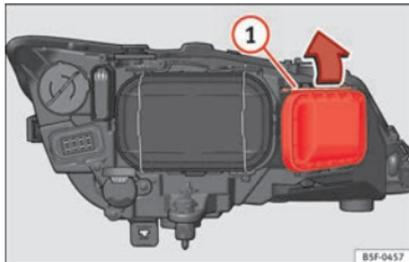

Abb. 210 Fernlichtleuchte.
- Verschieben Sie die Strebe » **Abb. 210 ①** in Pfeilrichtung und nehmen Sie den Deckel ab.